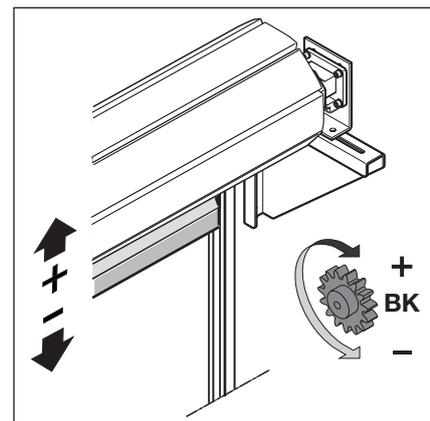

Abb. 6-9: Rändelschraube für die Endlage *Tor-Auf*
1. Im Totmannbetrieb *Tor-Auf/Tor-Zu* fahren und die schwarze Rändelschraube (BK) in + oder - Richtung drehen, bis der Antrieb abschaltet und damit die Endlage *Tor-Auf* festlegt (siehe Abb. 6-9).